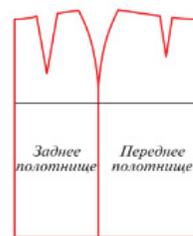

Рис. 6.40. Готовый чертёж прямой юбки
11. Построение чертежа основы закончено. Осталось лишь убрать линии построения и обвести контур чертежа основной сплошной линией (рис. 6.40).